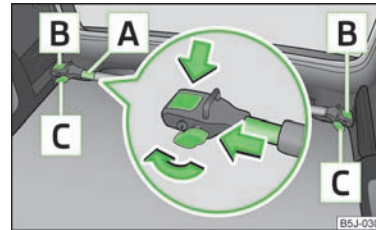

Abb. 54
- Die Sicherungsschrauben **C** » Abb. 54 lösen und etwas herausziehen, dadurch werden die Halterungen **B** entriegelt.